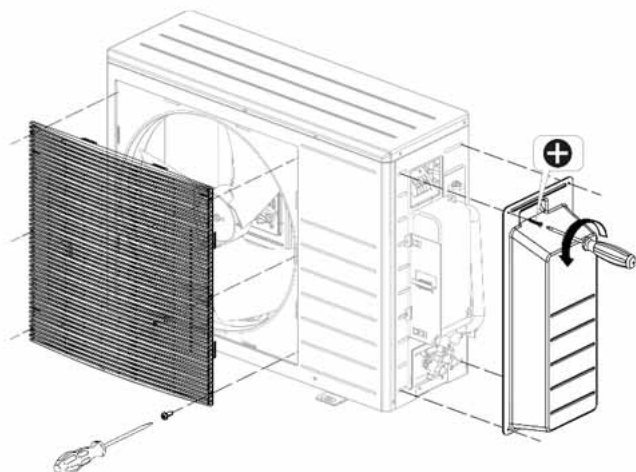

Abb. 51: Demontage des Gitters und der Seitenverkleidung
- ➔ Demontieren Sie die Seitenverkleidung gem. Abb. 51.